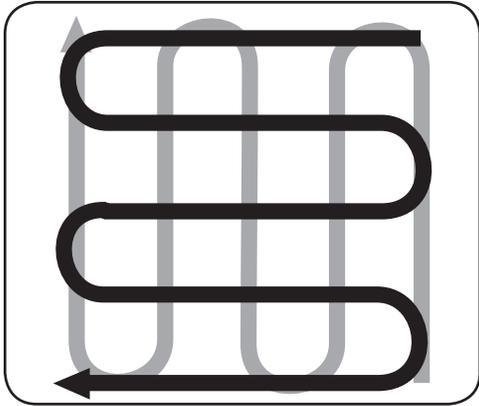

Figure 4-6
- Lorsque vous avez terminé de labourer dans un sens, effectuez un deuxième passage à un angle droit. Voir Figure 4-6. Chevauchez chaque passage pour de meilleurs résultats. Si le sol est très dur, il peut être nécessaire de passer trois ou quatre fois sur la même rangée pour ameublir le sol.